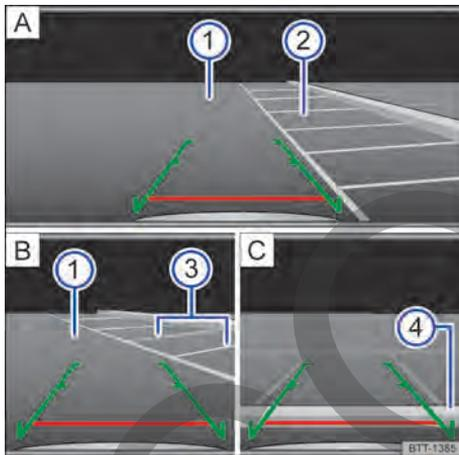

Fig. 101 Visualización del display del sistema de radio: estacionar con la cámara de marcha atrás.
Leyenda para fig. 101:
- Colocar el vehículo delante de la plaza de estacionamiento → fig. 101 ② **A**.
- Conducir hacia atrás lentamente y maniobrar de modo que las guías verdes laterales conduzcan entre la líneas de delimitación de la plaza de estacionamiento seleccionado ② **A**.
- Alinear el vehículo en la plaza de estacionamiento seleccionada de modo que las guías verdes laterales queden sobre las líneas de límite lateral ③ **B**.
- Detener el vehículo cuando la línea roja alcance el límite trasero ④ **C**. ▶